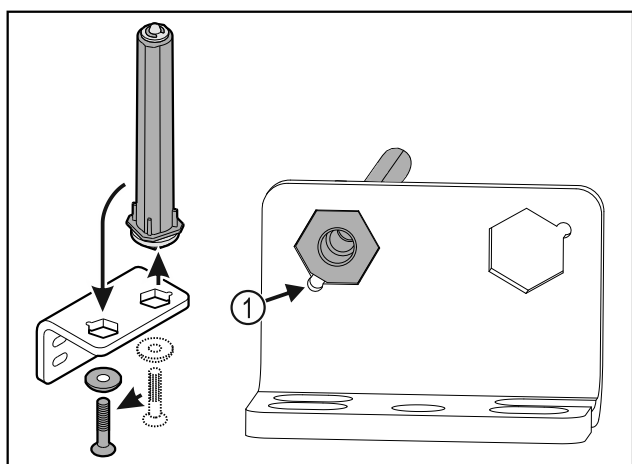

Fig. 34
- ▶ Zwrócić uwagę, aby podczas wkładania ścięcia sworznia Fig. 34 (1) było skierowane na okrągły otwór.